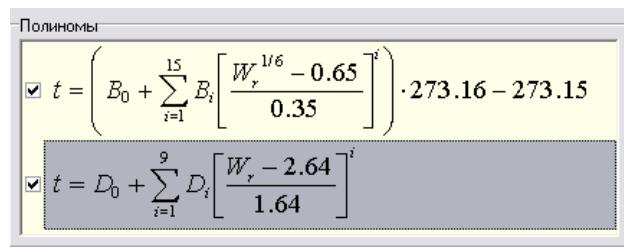

Рисунок 3.8
3.2.2.10. Для автоматического выбора типа полинома МТШ-90 по значению относительного сопротивления $W_t = R_t / R_u$ необходимо в окне редактора градуировок проставить обегалочки напротив данных полиномов (рисунок 3.8).